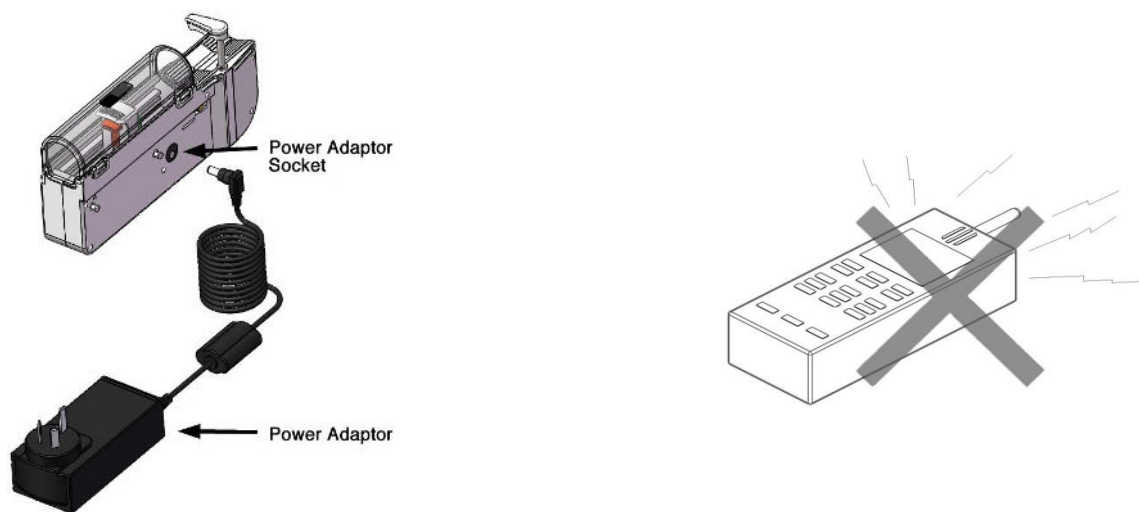

Figure 1
9. Afin de prévenir les risques électriques, débranchez la pompe avant de la nettoyer (fig. 1). Ne pas vaporiser de détergents sur les prises du boîtier de perfusion I.V. ou du cordon d'alimentation.
- v. Ne doit pas utiliser de dispositifs susceptibles d'émettre des signaux haute fréquence, tels qu'un téléphone portable ou une radio, à l'endroit où la pompe est utilisée (fig. 1). Doit tenir la pompe à l'écart des appareils précités.